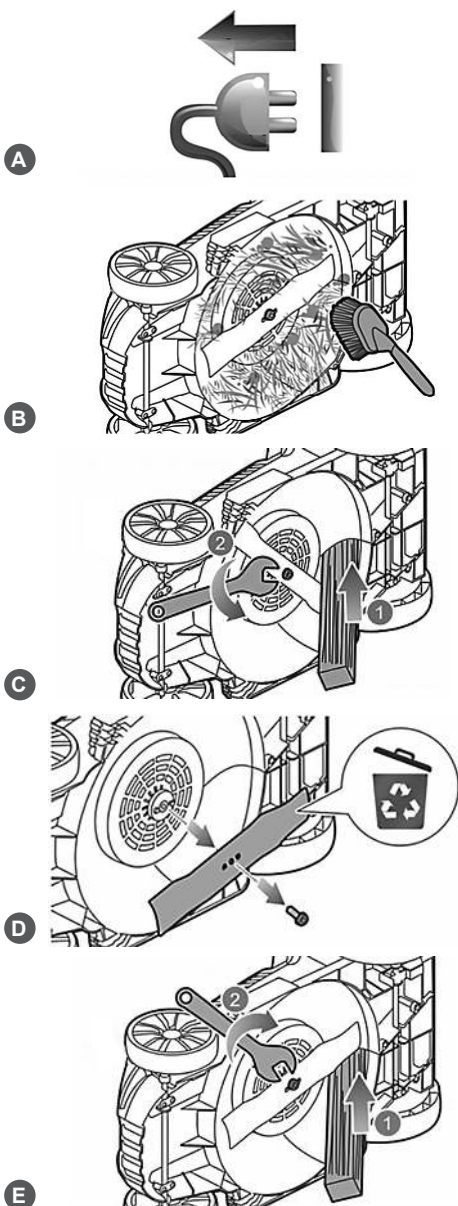

Рис. 18 Замена ножа
2. Возьмите одной рукой нож и крепко держите, или установите деревянный брусок 1 и зафиксируйте нож от проворачивания (Рис. 18).
3. Установите гаечный ключ 2 (в комплектность не входит) и открутите против часовой стрелки болт крепления ножа (Рис. 18).
5. Установите новый нож на адаптер 2 (Рис. 18) так, чтобы:
6. Возьмите одной рукой нож и крепко держите, или установите деревянный брусок 1 и зафиксируйте нож от проворачивания (Рис. 18).